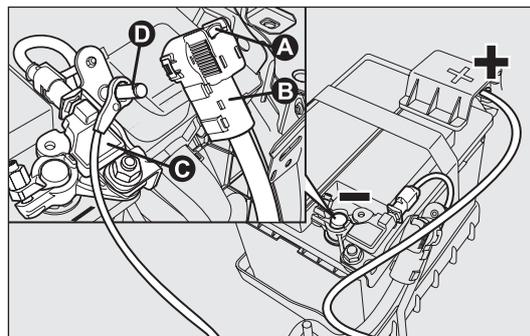

fig. 191
## VERSIONI CON SISTEMA Start&Stop fig. 191
- premere il pulsante A-fig. 191 per ottenere lo stacco del connettore B dal sensore C di monitoraggio stato batteria (quest'ultimo ubicato sul polo negativo della batteria stessa);